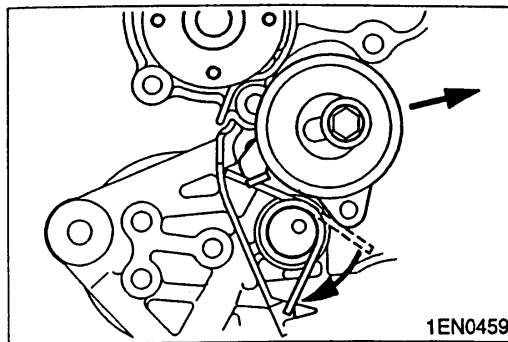
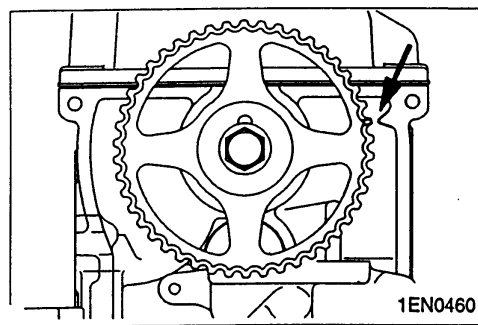

图 3-11
图 3-12
- c. 夹住张紧器弹簧的另一伸长端, 并如图 3-11 所示将它钩到机油泵壳体凸耳上。
- d. 以图 3-11 所示方向移动正时皮带张紧器, 临时张紧皮带。
(3) 正时皮带的安装
- a. 如图 3-12 将凸轮轴正时记号与气缸盖的正时记号对准。